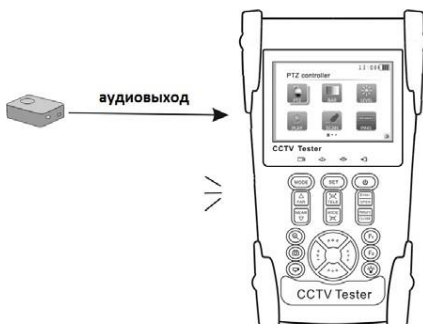

Рис.56 Тестирование входного аудиосигнала.
- Подключите CCTV-тестер к источнику аудио сигнала (Рис.56).